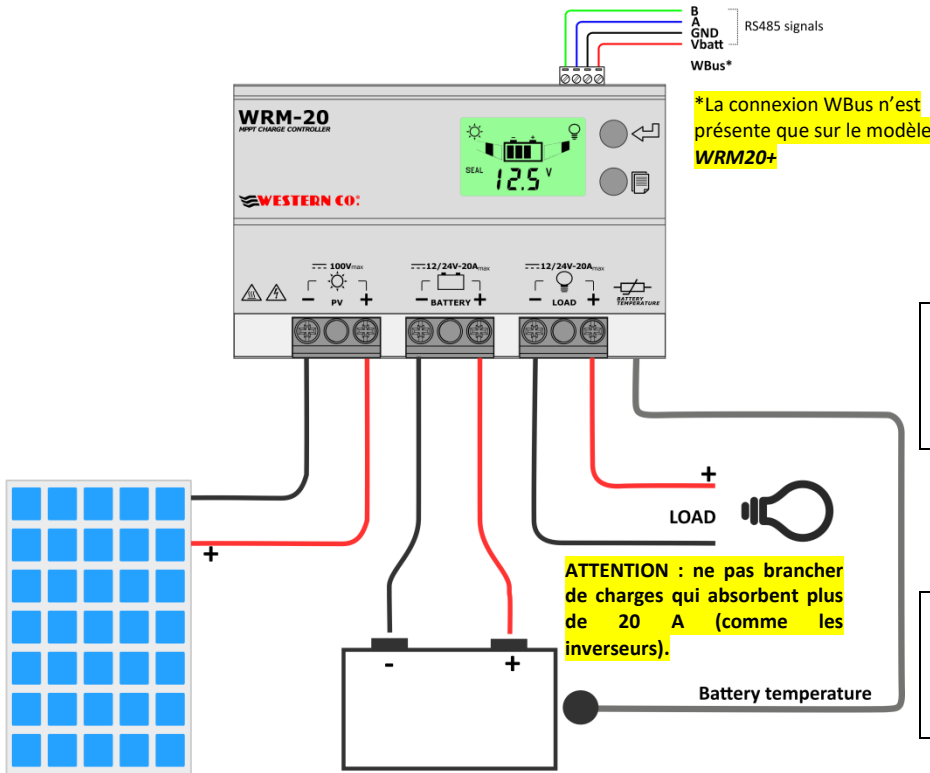

Fig.2 Schéma de branchement
- 2) Brancher dans l'ordre la charge, la sonde de mesure de la température de la batterie (fournie en équipement), le module PV et pour finir, la batterie comme sur le schéma de la Fig.2. En branchant la batterie, le régulateur s'allume et commence à fonctionner. Utiliser des sections de fil appropriées comme indiqué sur la Fig.2.
Dès que les branchements ont été réalisés comme sur la Fig.2, il faut procéder aux tests du système.